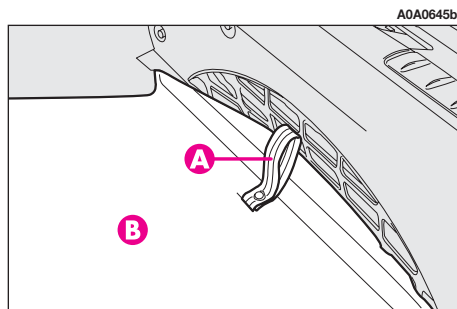

fig. 2
— En se servant de la poignée (A-fig.2) enlever le préformé de revêtement rigide (B).